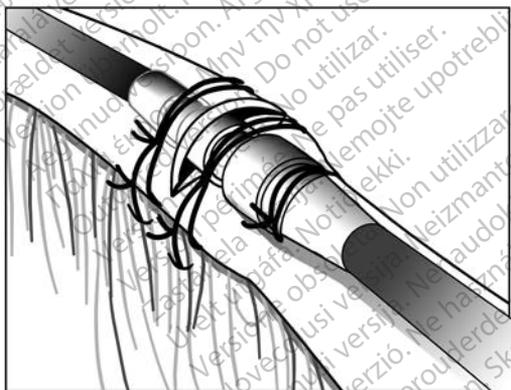

Abbildung 13. Beispiel einer Nahtmanschette, Implantation über eine Vene
3. Verwenden Sie dieselbe Rille, um die Elektrode und die Vene an der benachbarten Faszie (Abbildung 13 Beispiel einer Nahtmanschette, Implantation über eine Vene auf Seite 37) zu fixieren.